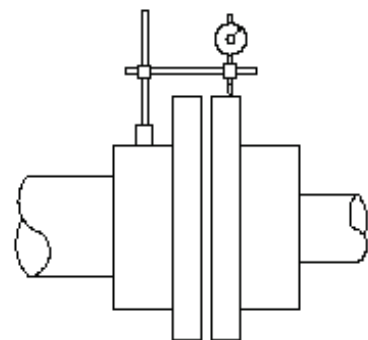

Figura 3
**Atenção:** Alinhar os eixos das máquinas com o auxílio de um relógio comparador, o procedimento da figura 3 deve ser realizado em duas posições, 90° uma da outra. O correto alinhamento aumenta a vida útil do elemento elástico e evita esforços sobre os mancais das máquinas acopladas.